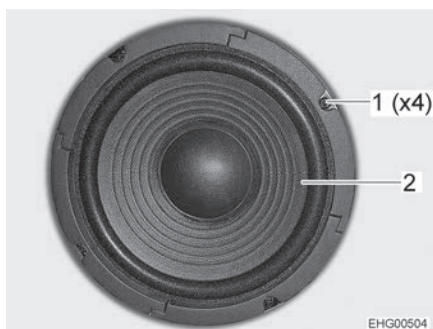

Bild 114 Plastlock på A-, T- och V-modeller
- På B-stolpen (Bild 114,1) dra ut 2 skruvar (Bild 114,2) och ta försiktigt bort plastlocket (Bild 114,3).